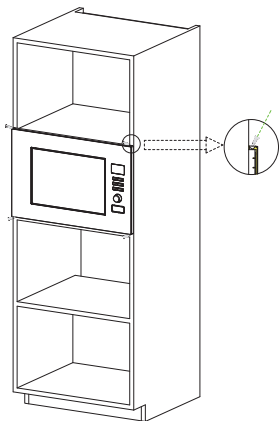

Fig. 2
b) Utilize os parafusos da embalagem de peças para fixar o forno micro-ondas no armário. (Fig.2)